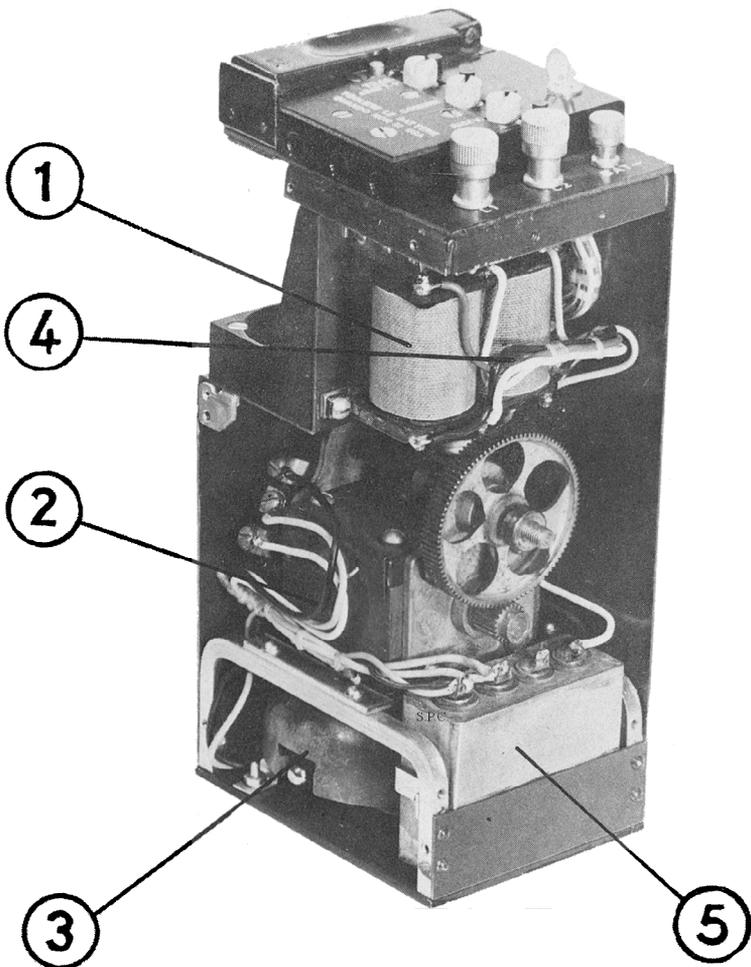

Fig. 6 - Telefono EE-8-B-I (Privo della parte anteriore, manovella e fiancata).
3) - *Generatore GN-38-B-I*: Il generatore GN-38-B-I usato nel telefono EE-8-B-I (Fig. 6), è montato sotto la bobina.
4) - Condensatori: Il condensatore CA-355-I è montato nel telefono EE-8-B-I sotto e a destra del generatore (Fig. 6).
5) - Suoneria MC-131-I: La suoneria MC-131-I è montata sul basamento del corpo a sinistra del condensatore (Fig. 6).